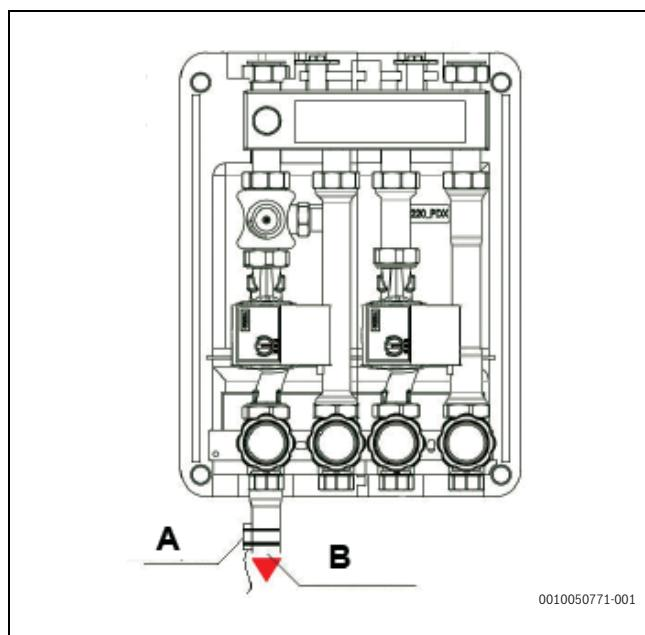

Fig. 115 Placering af Tw2-temperaturføleren
Placér Tw2-temperaturføleren (inkluderet i sættet) T1BX - T1B30X (leveres separat) i lavtemperaturzonens forsyningsrør (→ fig. 115) ved hjælp af rørklemmerne.
Følg anvisningerne → fig. 115
- ▶ Forbindelse af indsatserne (2 eller 3 i T-kassemoddellens funktion), (→ fig. 115).